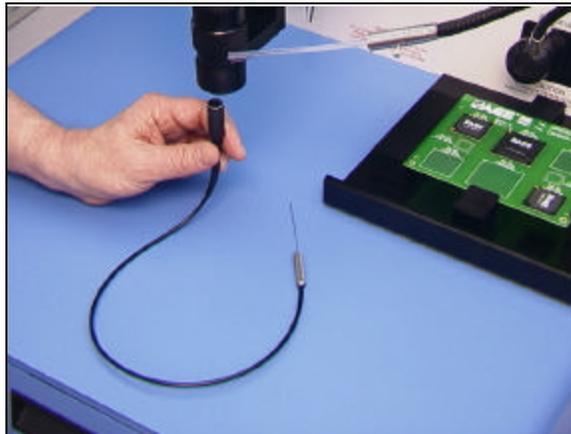

Abb. 19. Einsetzen der flexiblen Sonde
- i. Montieren Sie die flexible Sonde an der Kamerakopfbaugruppe, indem Sie sie vorsichtig wie in Abb. 19 gezeigt an der Unterseite des Kamerakopfs einführen.